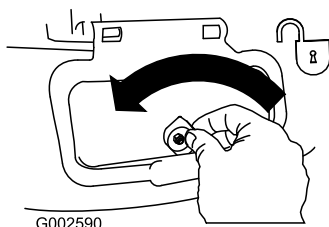

Figura 31
1. Desbloquee la puerta de descarga lateral (Figura 31).